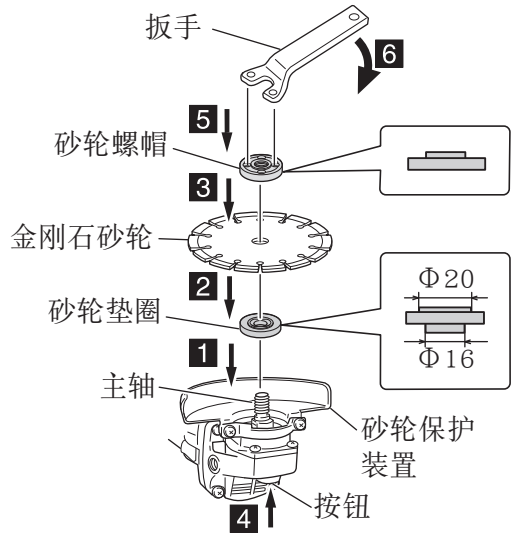

图 8
安装和拆卸金刚石砂轮（图 8）
1. 组装（图 8）
如图 8 所示，用附带的扳手拧紧砂轮螺帽。